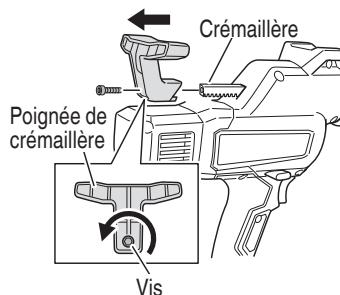

Fig. 11
- Desserrez la vis à l'arrière de la poignée de crémaillière et retirez la poignée de la crémaillière. (Fig. 11)